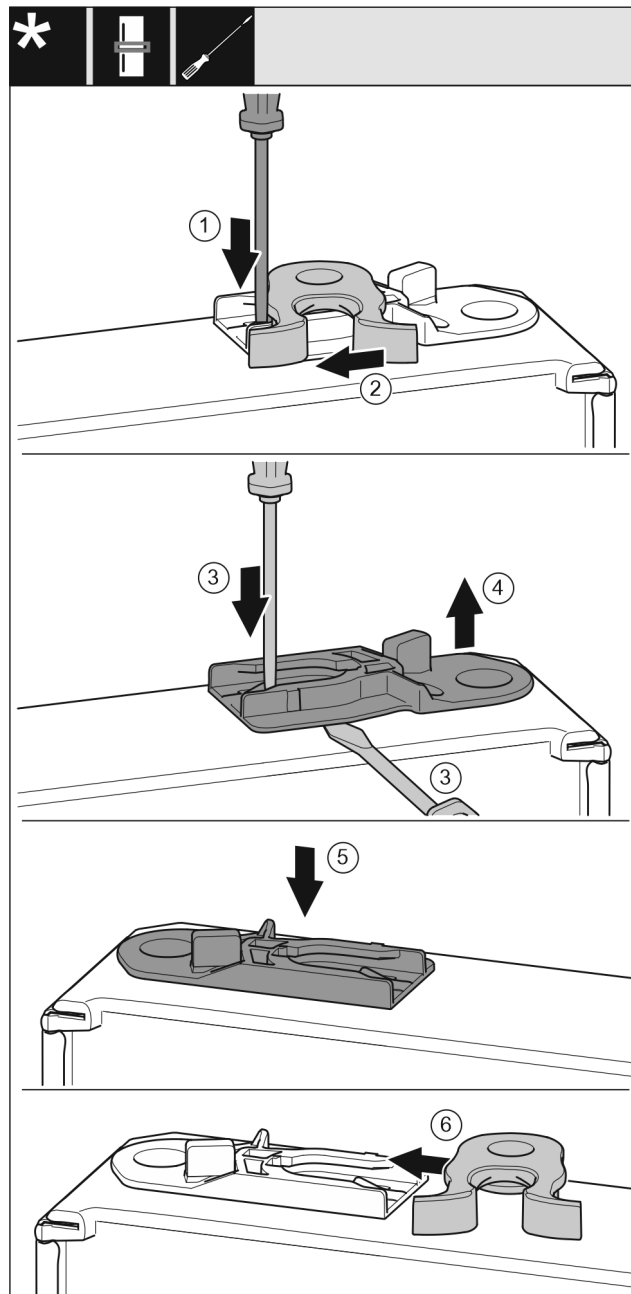

Fig. 16
- ▶ Plochým šroubovákem přitlačte lamelu dolů. Fig. 16 (1)
- ▶ Vytáhněte petlici z vedení. Fig. 16 (2)
- ▶ Vytáhněte vodící pouzdro: Stiskněte lamelu plochým šroubovákem a současně jím zajeďte pod vodící pouzdro. Fig. 16 (3, 4)
- ▶ Vodící pouzdro, které je součástí rozsahu dodávky nasuňte na druhé straně skříň. Fig. 16 (5)
- ▶ Zasuňte petlici do vedení. Fig. 16 (6)